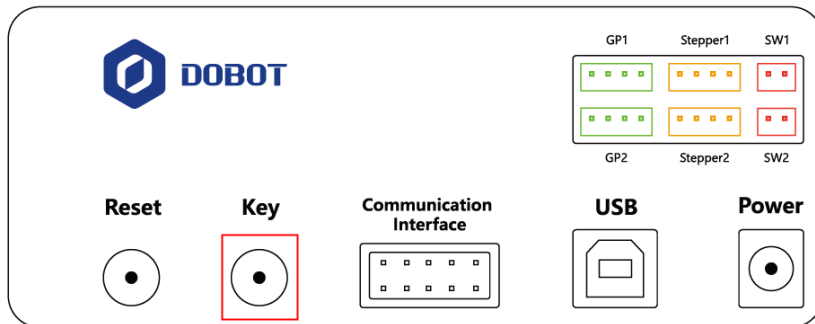

图 5.27 机械臂后面板上的 Key 键
**步骤 5** 机械臂底座背面短按“Key”键。如图 5.27所示。